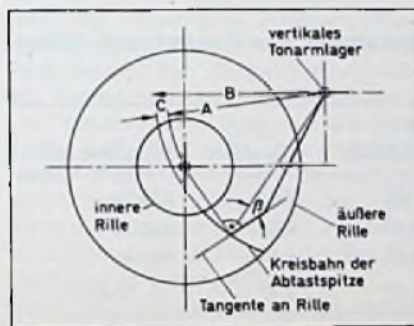

Bild 1. Kröpfung von Tonarmen
Die Notwendigkeit der „Kröpfung“ des Tonarms (Bild 1, Winkel  $\beta$ ) war schon in der Frühzeit der Schallplatte erkannt worden. Mit Hilfe geometrischer Zuordnungen von Überhang (C) und Kröpfung ( $\beta$ ) wird dabei erreicht, daß der tangentielle Abtastwinkelfehler  $\alpha$  unterhalb der Hörgrenze bleibt [2]. Abtastwinkelfehler heutiger mittelklassiger Tonarme lie-